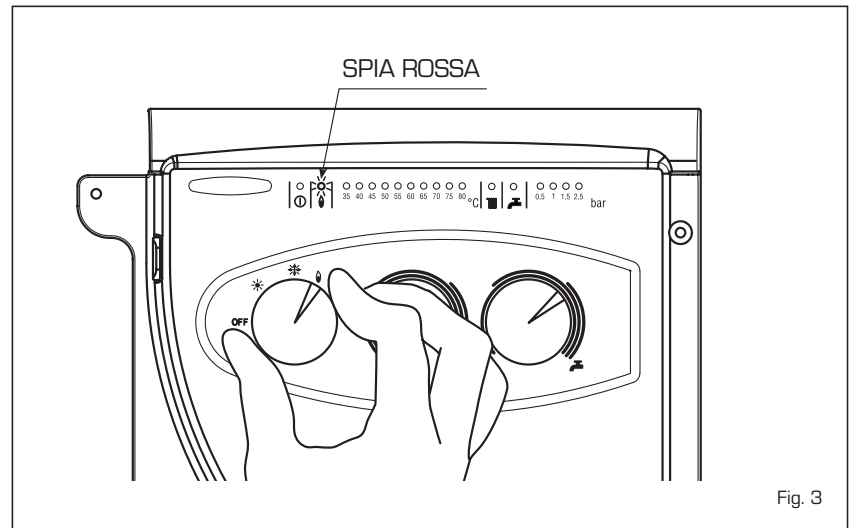

Fig. 3
**ANOMALIE DI FUNZIONAMENTO****- Blocco accensione** (fig. 3)